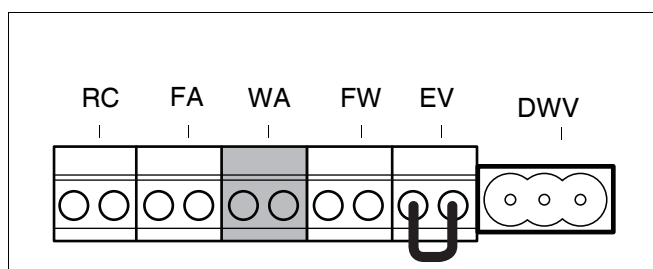

Fig. 28 Morsettiera – Richiesta di calore non in tensione (collegamento colore verde)
- Collegare il contatto per richiesta di calore senza tensione al morsetto verde WA (fig. 28). La resistenza massima ammessa di questo circuito è pari a 100 Ohm. Utilizzare un cavo elettrico bipolare da 0,4 – 0,75 mm².